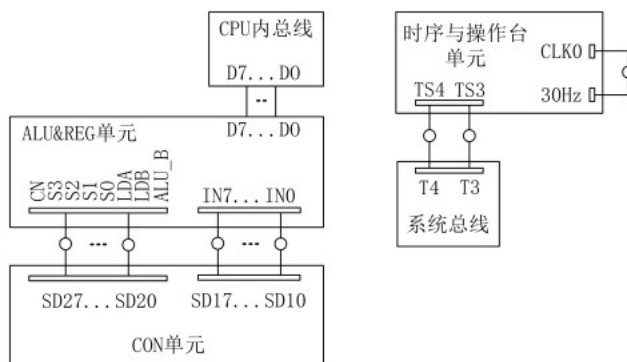

图 1-1-5 实验接线图
(1) 把时序与操作台单元的“MODE”用短路块短接，使系统工作在四节拍模式，JP1 用短路块将 1、2 短接，按图 1-1-5 连接实验电路，并检查无误。图中将用户需要连接的信号用圆圈标明（其它实验相同）。